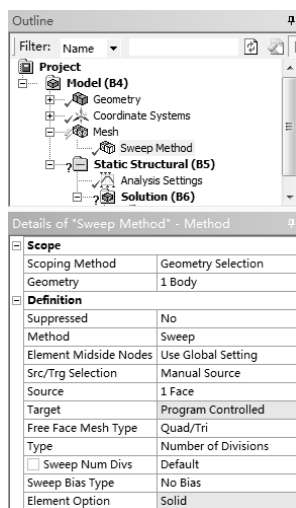
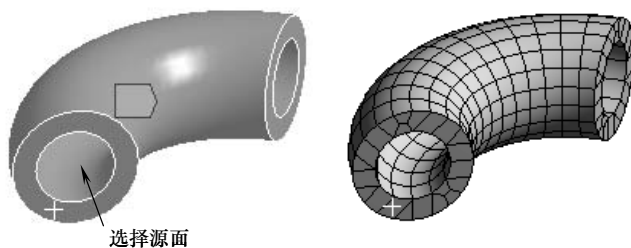

图 3-100 选择源面
图 3-101 划分后的网格
3) 在【Definition】选项组中的【Method】下拉列表中选择【Sweep】，在【Src/Trg selection】选项中选择【Manual Source】，选择如图 3-100 所示的面为源面，单击【Source】项中的【Apply】按钮完成。单击【Mesh】工具栏上的【Mesh】|【Generate Mesh】命令，系统完成网格划分，如图 3-101 所示。